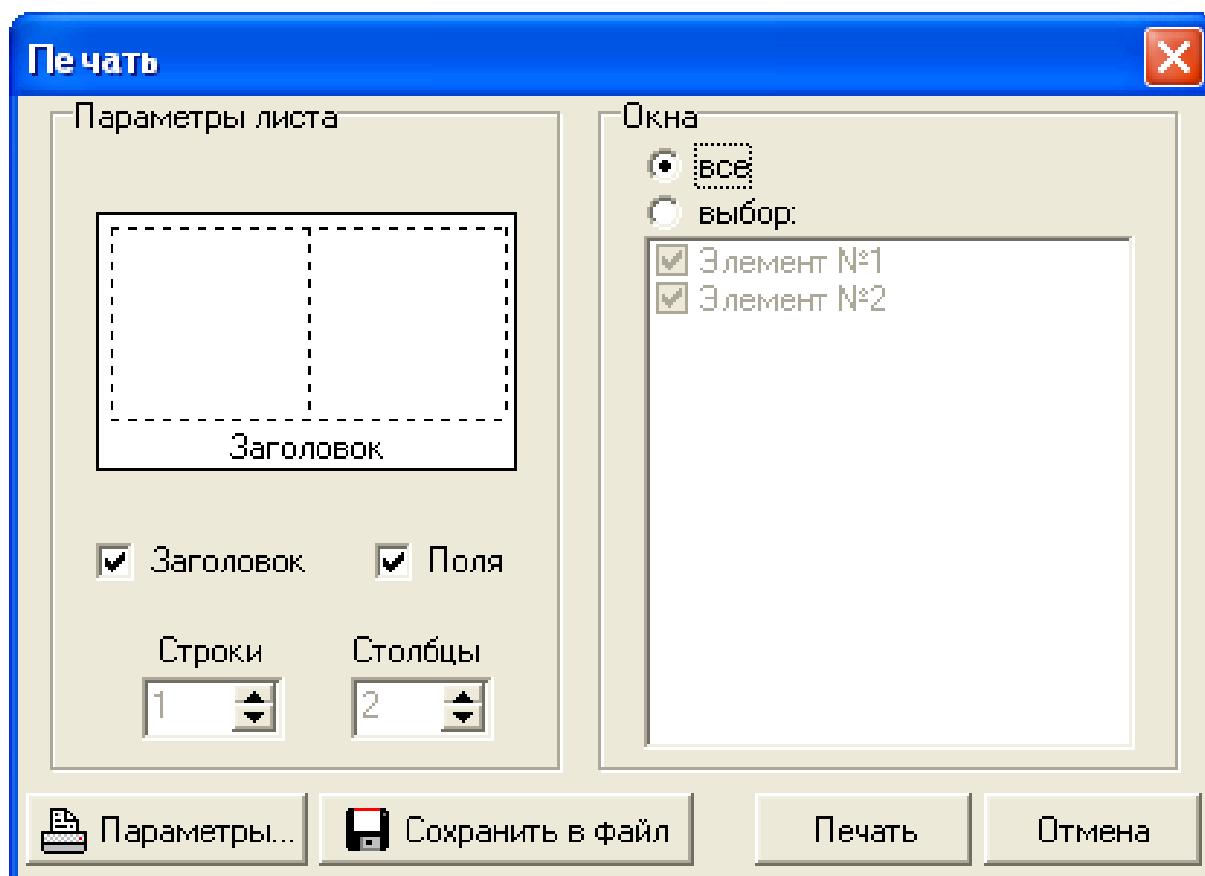

Рис. 22. Окно «Печать».
- кнопка «Печать» выводит окно «Печать» (см. рис. 22). В данном окне производятся настройки печати того сигнала, на панели управления которого была нажата кнопка «Печать». Окно «Печать» состоит из двух меню: «Параметры листа», «Окна» и четырех кнопок «Параметры», «Сохранить в файл», «Печать», «Отмена».
Меню **«Параметры листа»** отвечает за общий вид распечатанного листа, который предварительно отображается в данном меню (см. рис. 22). При активизации пунктов **«Заголовок»** и **«Поля»** на лист печати будут выведены соответственно информация о номере элемента, с которого была запущена печать и графики с полями. В пунктах **«Строки»**, **«Столбцы»** задается количество строк и столбцов, на которое будет разбит лист печати.
- для печати всех элементов в **«Окне выбора элементов»** необходимо выбрать пункт **«Все»** нажатием левой клавиши мыши, лист печати автоматически будет разбит на столько строк и столбцов, сколько элементов в данном замере (в данном случае (см. рис. 22) лист печати будет разбит на два столбца, где, в правом столбце распечатается элемент №1, в левом – элемент №2).